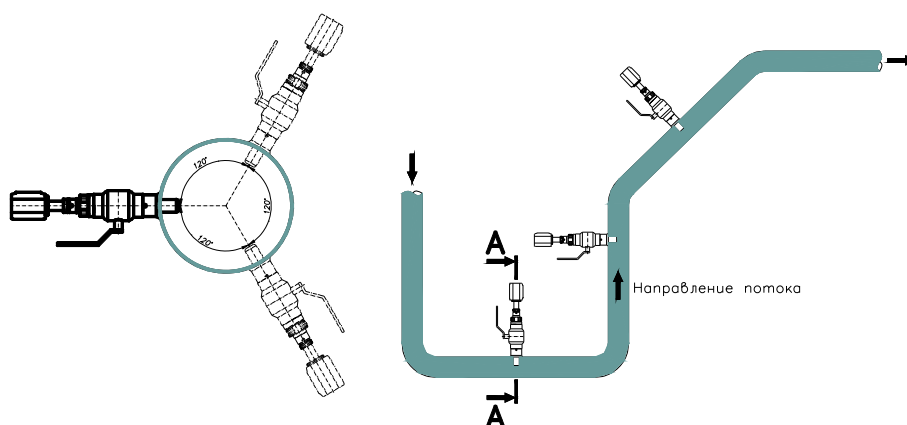

Рисунок 5 — Рекомендованные места установки преобразователей скорости ПС
2.2.2.7 Установка преобразователей расхода ПРБ-1, а также ПРЭ и ППС-1П-И2 должна осуществляться в местах, где всё поперечное сечение трубопровода с наибольшей вероятностью будет заполнено измеряемой средой. Это участки трубопровода, расположенные вертикально с подачей жидкости вверх, наклонные участки с восходящим движением жидкости и горизонтальные участки, если после них следуют восходящие участки (рисунок 5).